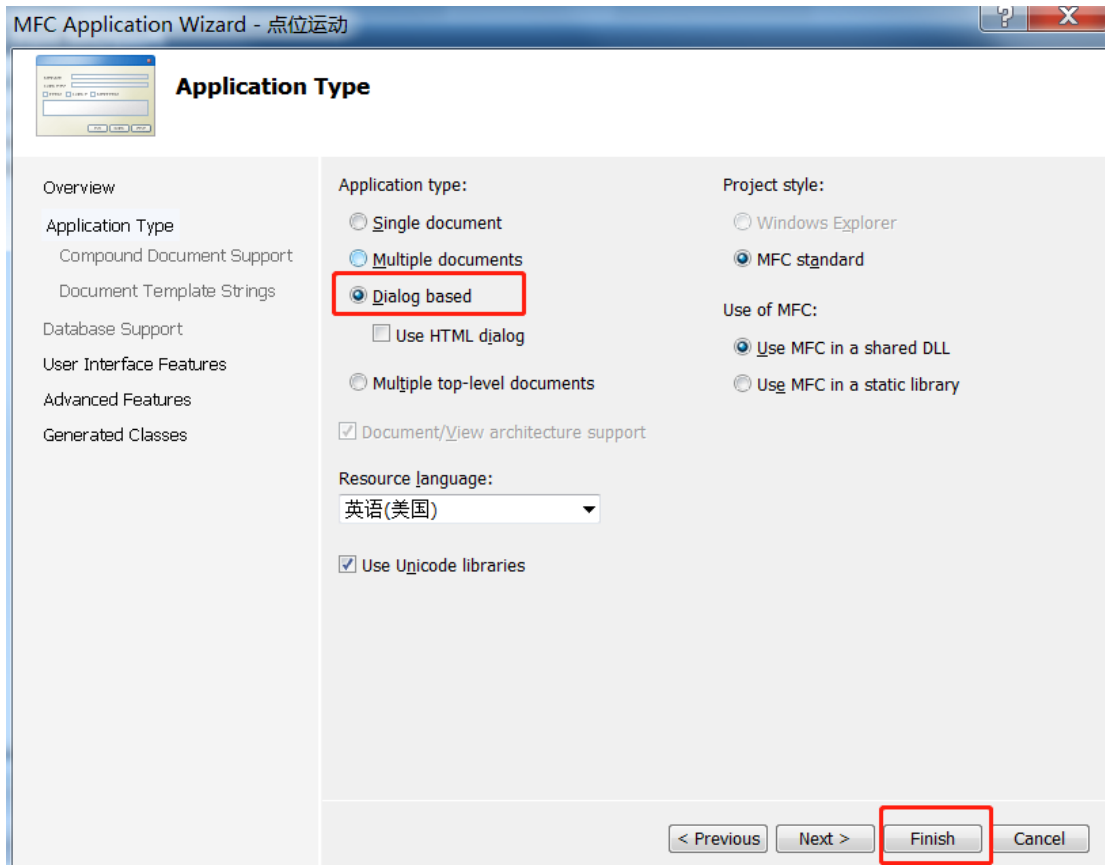

图 18
3、将产品配套光盘Library\Win32\C. C++文件夹中的动态链接库（例如：gts.dll）、头文件（例如：gts.h）、lib文件（gts.lib）和步骤三生成的Gecat.eni复制到工程文件夹中，如图18